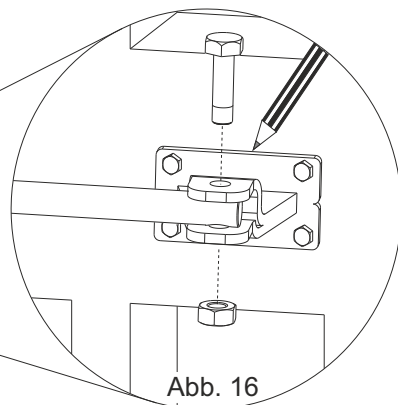

Abb. 16
- 3) Den Kolben auf der Vorderbefestigung anbringen (Abb. 16).